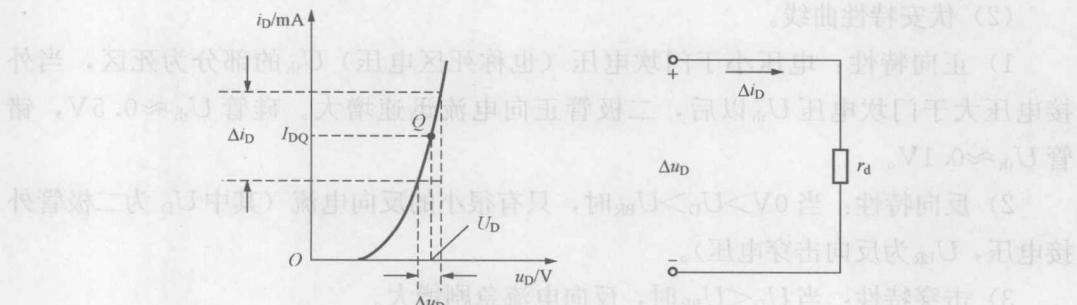

图 2.2.2 二极管小信号模型
(4) 小信号模型。对于交流小信号，二极管可用交流等效电阻 r_d 表示，如图 2.2.2 所示，其值为